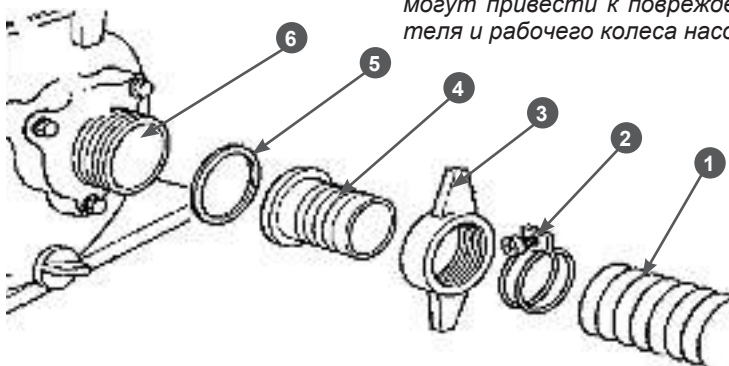

Рис.4 Монтаж всасывающего рукава
Последовательность действий при монтаже всасывающего рукава приведена на Рис.4. Установите всасывающий патрубок (4) через уплотнительную прокладку (5) к фланцу насоса (6) и плотно затяните гайку фланца (3). Наденьте до упора всасывающий рукав (1) на патрубок и затяните его хомутом (2).